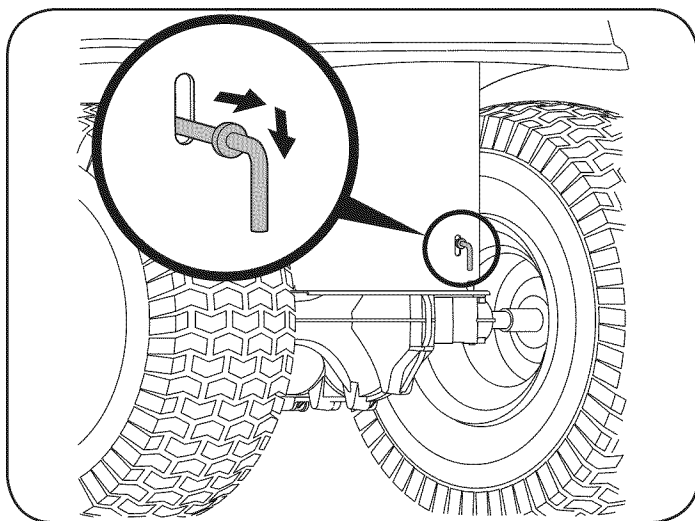

Figura 1
1. Localice la varilla de derivación hidrostática en la parte trasera del tractor. Vea la Figura 1.